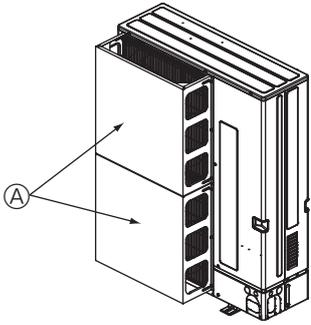

Fig. 2-16
- ① Եթե օդորակիչը տեղադրված է այնպիսի վայրում, որտեղ հնարավոր են ուժեղ քամիներ, փոթորիկներ և օդափոխման վանդակը պաշտպանված չէ, ապա տեղադրեք օդի արտաթողքի լրացուցիչ պաշտպանիչ օղակով: (Fig. 2-16)